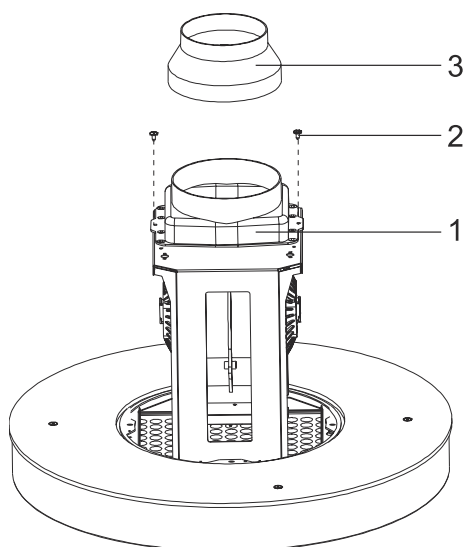

Fig. 13
7. ➡ Montera Ø150mm utsugsstosen med 2st 3,5x9,5-skruvar. Använd endast reduktionsadaptern vid behov. Läs mer om utsugsförhållanden under "Service, felmeddelanden och åtgärder" (Fig. 13).